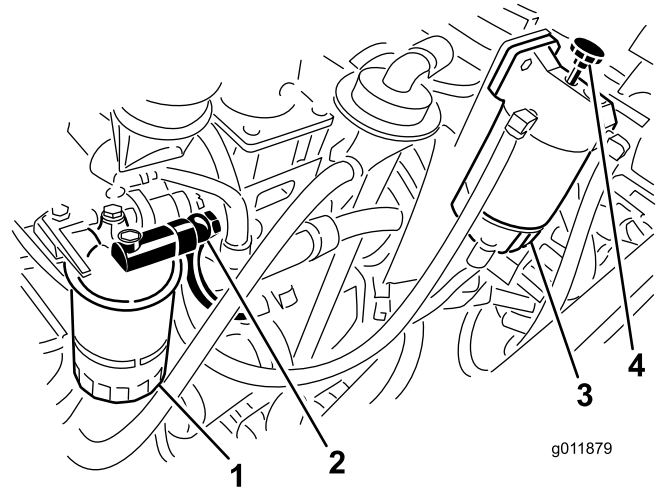

Figure 64
5. Desserrez le raccord banjo sur le boîtier du filtre à carburant (Figure 64).
6. Actionnez la pompe d'amorçage du séparateur d'eau jusqu'à ce que le carburant s'écoule régulièrement par le raccord banjo (Figure 64).